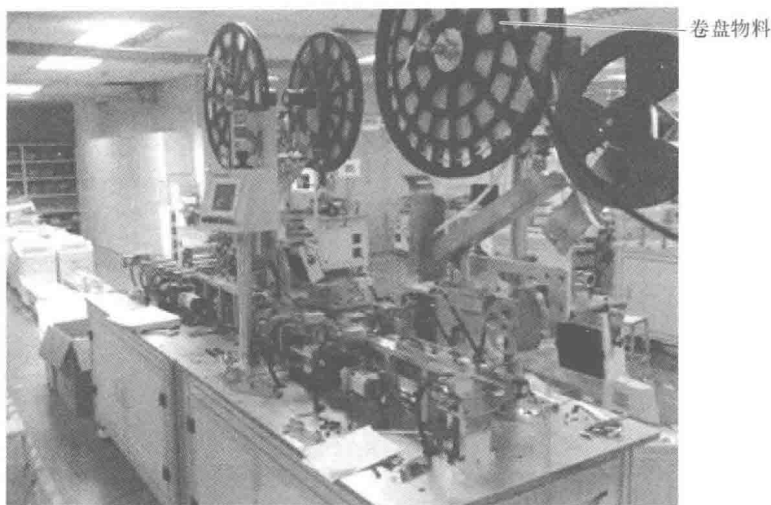

图 4-7 设备要考虑人的操作负荷
(3) 操作负荷 设备的操作要求应充分考虑人的生理负荷，最大限度降低劳动强度。特别是电子行业的产品生产，每天产量都是十分巨大的，每个班组动辄几万个。如果设备需要人工参与（比如手动或半自动化生产方式），几次作业可能是轻松的，但作业员重复动作次数太多，一天下来，其劳累程度可想而知。此外，如果工站本身没考虑到人的负荷能力，有时会使操作员非常辛苦。如图 4-7 所示，类似这些卷盘物料，需要人工更换，如位置设计得太高，就不利于操作员作业。有些公司干脆规定：一般不要高于 1.7m。